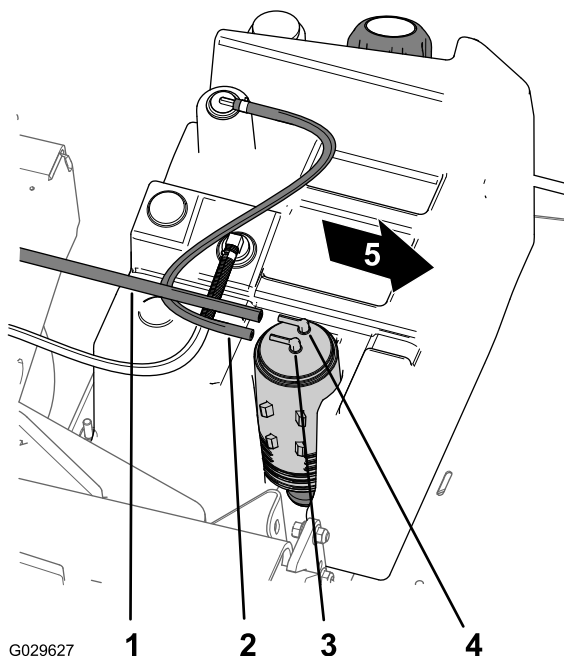

図 49
1. カーボンキャニスタの Purge と書かれたフィッティングから、バキュームホースを外す 図 49。
2. カーボンキャニスタの Fuel Tank 燃料タンクと書かれたフィッティングから、ホースを外す 図 49。
8. カーボンキャニスタのPurgeと書かれたフィッティングにバキュームホースを取り付ける 図 49。